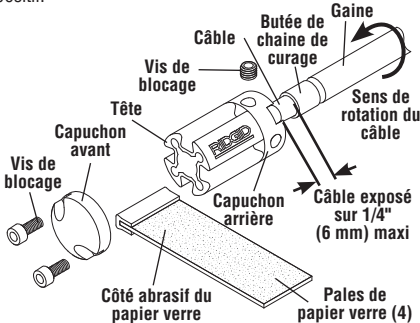

Figure 1 – Tête de ramonage RIDGID® FlexShaft
Les têtes de ramonage RIDGID® FlexShaft servent au ramonage final des parois de conduite. Ne pas utiliser pour éliminer les blocages ou les débris importants. (Figure 1).
1. Retirez les deux vis du capuchon avant, puis retirez le capuchon (Figure 1).